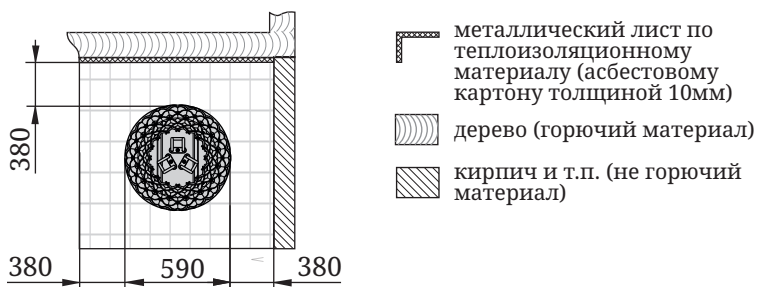

Рисунок 3. Монтаж площадки-постамента
- под электрокаменкой необходимо сделать основание из кирпича или другого негорючего материала или площадку-постамент из негорючего материала высотой 100 мм от уровня деревянного пола. Габариты площадки должны быть такие, чтобы минимальное расстояние от электрокаменки до краев площадки составляло не менее 380 мм (рисунок 3). На пол из негорючего материала электрокаменка устанавливается без дополнительного постамента.
Установите печь на специально подготовленное место для ее эксплуатации (рисунок 3). Убедитесь, что электрокаменка собрана и установлена в соответствии с требованиями СП 7.13130.2013 и настоящего руководства.